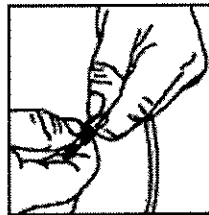

Figura 13
2. **OPERARIO NO ESTÉRIL:** retire las tapas azules del tubo intermedio y el tubo de entrada y conecte inmediatamente el cierre luer azul del tubo de entrada al cierre luer del tubo intermedio (figura 13).